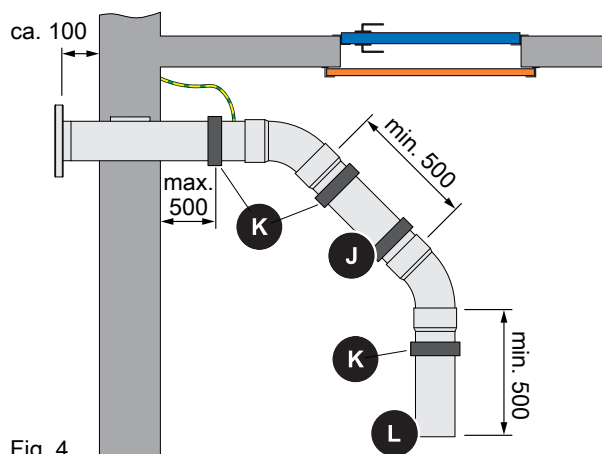

Fig. 4
- Murare o cementare i tubi di riempimento a una distanza di circa 100 mm dalla parete (fig. 4), posizionando la protezione antitorsione nella parete
### Prolunga e fissaggio del tubo di riempimento (fig. 4)